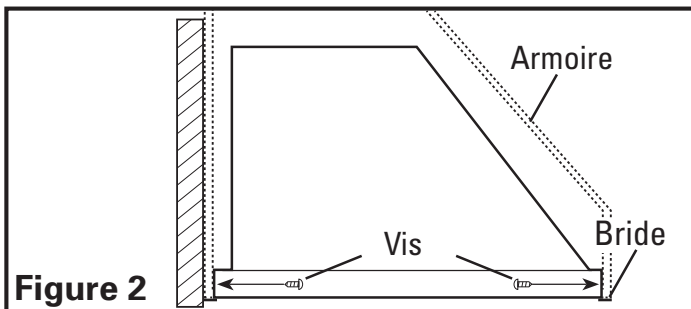

Figure 2
- Soulevez l'unité vers le haut et placez-la de sorte que les arêtes inférieures soient en plein contact avec le fond de l'armoire. En utilisant les vis de support en bois incluses, fixez l'unité dans l'armoire en enfonçant les vis à l'intérieur des trous (**Figure 2**).